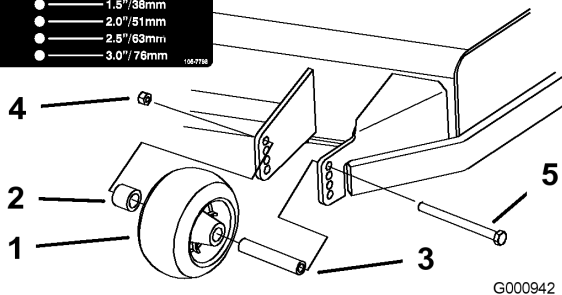
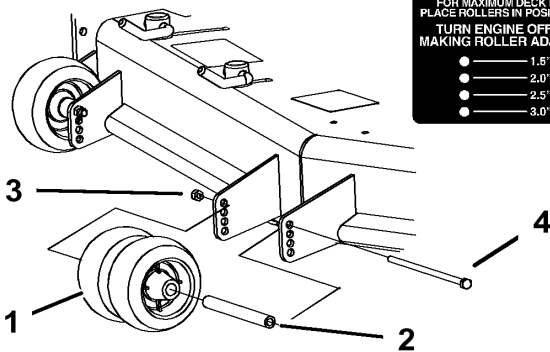
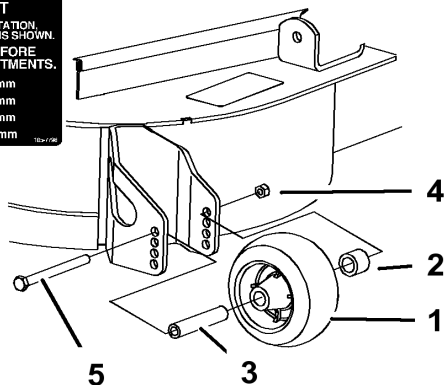

Figure 17
Figure 18
Figure 19
3. Après avoir réglé la hauteur de coupe, réglez les galets en retirant l'écrou à collerette, la bague, l'entretoise et le boulon (Figure 17, Figure 18 et Figure 19).
Remarque: Les deux galets centraux ne sont pas munis d'entretoise (Figure 18).
5. Posez l'écrou à embase, la bague, l'entretoise et le boulon. Serrez à 54-61 Nm (Figure 17, Figure 18 et Figure 19).